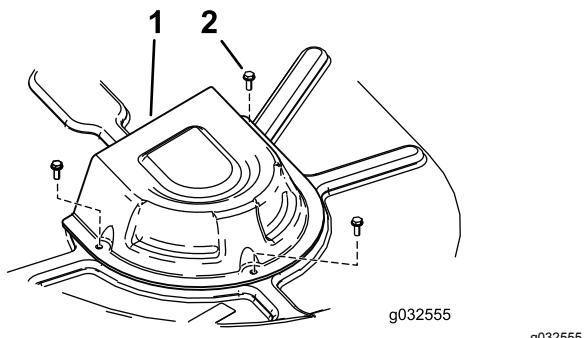

Bild 56
4. Entfernen Sie die Abdeckungen der Riemenscheibe ab (**Bild 56**).